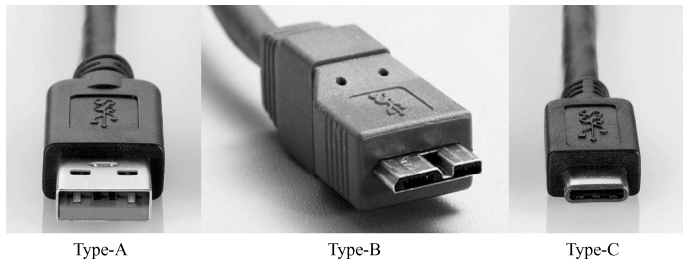

图 3-27 USB 的三种接口
(3) USB (Universal Serial Bus, 通用串行总线)。USB 1.0 的传输速度为 12Mb/s、USB 2.0 的传输速度为 480Mb/s、USB 3.0 的传输速度为 5Gb/s，USB 3.1 Gen1 就是 USB 3.0 的加强版，速率与 USB 3.0 一样，USB 3.1 Gen2 的最大传输带宽为 10.0Gb/s。一般 USB 2.0 为白色接口，USB 3.0 (USB 3.1 Gen1) 为蓝色接口，USB 3.1 Gen2 为红色接口。USB 3.1 有三种接口，分别为 Type-A (Standard-A)、Type-B (Micro-B) 以及 Type-C，如图 3-27 所示，且支持热拔插，现在 Type-C 接口在计算机和手机上都已开始流行。USB 已成为主机最主要的外接设备接口。